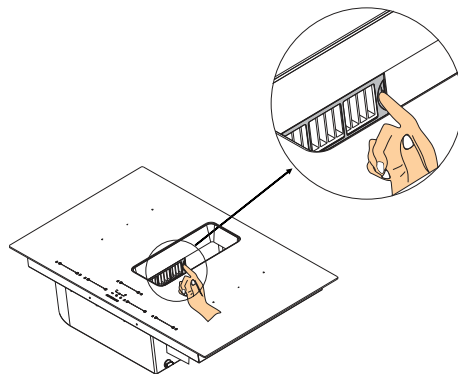

Abb. 73
**2.** ➔ Entfernen Sie den Aktivkohlefilter, indem Sie ihn an der Aussparung in dem Aufnahmegerät festhalten (Abb. 73).